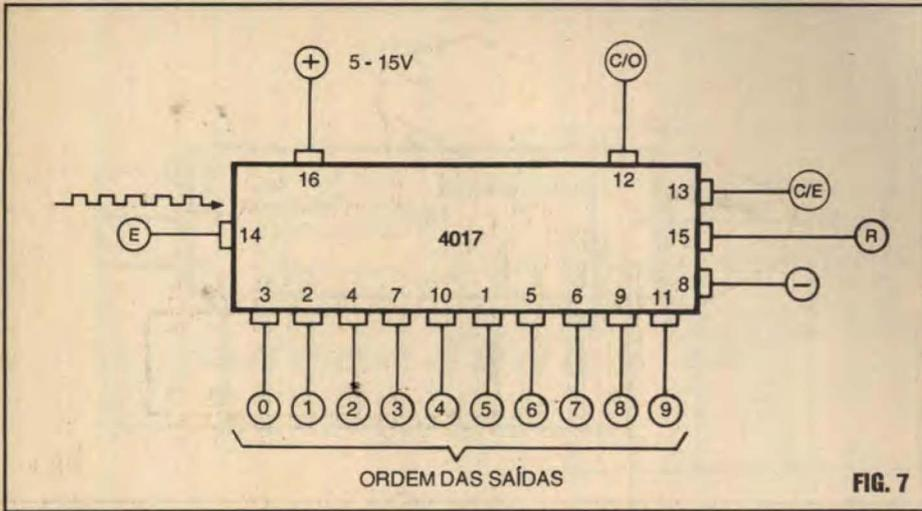

FIG. 7
- FIG. 7 - "REORDENANDO" AS SAÍDAS DO 4017 PARA "FACILITAR" OS DIAGRAMAS... - Observando a numeração dos pinos e respectivas funções, o Leitor/Aluno logo perceberá que a *ordem* das 10 Saídas decodificadas "não bate", *não corresponde* à seqüência numérica dos próprios pinos... Dessa forma, para prevenir a "bagunça visual" nos diagramas e representações esquemáticas de circuitos que contemham o **4017**, é costume dar ao Integrado a representação mostrada na figura, como que "reordenando" as funções externamente acessíveis (em detrimento da ordem "real" das "pernas"...). Dessa forma, fica bem mais fácil "acompanhar", entender e interpretar as conexões e seqüências que podem ser obtidas com o Integrado... O Leitor/Aluno que não perdeu nenhuma das anteriores "Aulas" do **ABCDE** sabe que essa modalidade é ape-